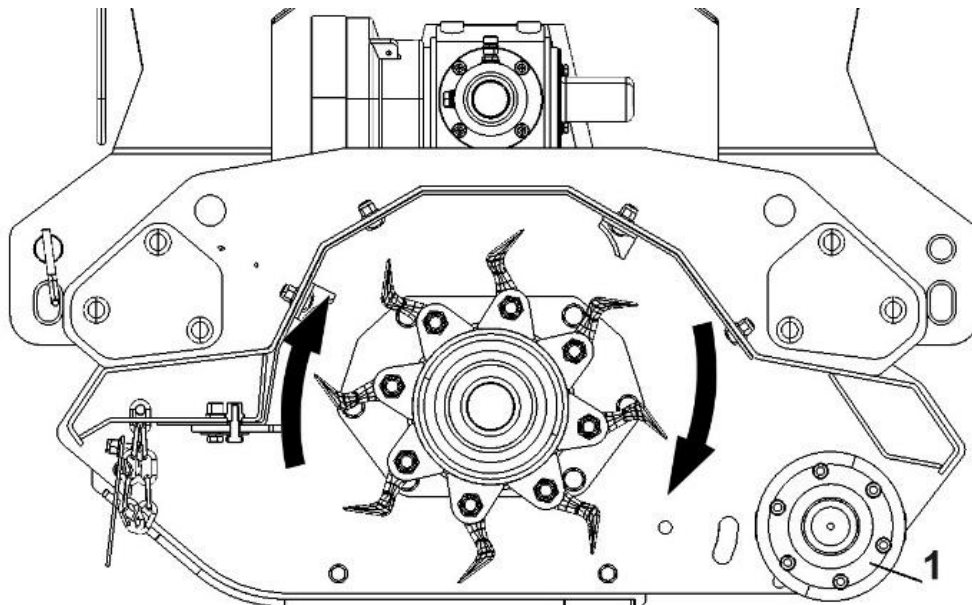

Abbildung 5. Drehrichtung der Welle mit Schlegelmessern: 1 – Tastwalze
- die Mutter (1) abschrauben und die Befestigungsschraube (2) herausziehen,
- das Schlegelmesser (3) durch ein neues ersetzen und dabei auf die korrekte Montage der Schneidkante achten, sodass diese mit der Drehrichtung der Welle übereinstimmt (Abb. 5),